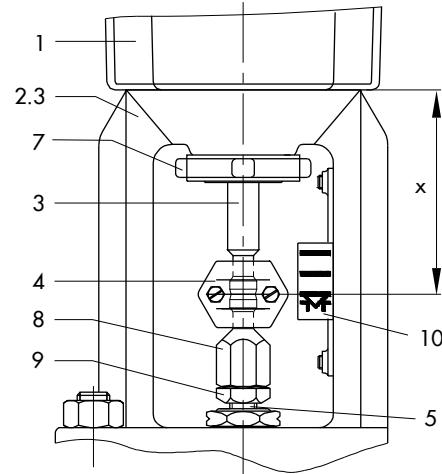

Fig. 15 : Montage sur série de vannes 240
- ⇒ cf. illustration pour la série 240 dans Fig. 15.
1. Pousser la tige de clapet (5) vers le bas pour fermer la vanne.
2. Tourner l'écrou d'accouplement (8) jusqu'à obtenir la cote $x = 75$ mm (à partir de DN 100 : 90 mm) entre le bord supérieur de l'arcade et la tête de l'écrou d'accouplement (8). Bloquer la position à l'aide du contre-écrou (9).
3. Rentrer la tige de servomoteur (3) comme indiqué au chap. 8.